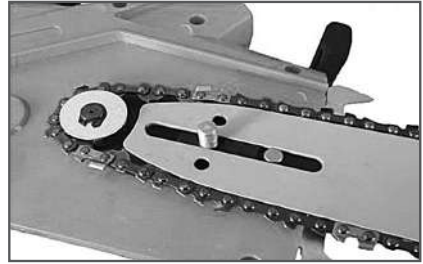

Рис. 3 Установка шины и цепи
3. Установите цепь на шину. Цепь установите таким образом, чтобы после установки зубья цепи своими режущими кромками были расположены вперед по ходу движения цепи, т.е. по часовой стрелке (соответствующее обозначение имеется на крышке шины). Введите в зацепление ведущие звенья цепи с зубьями ведущей звездочки и установите шину на шпильку (Рис. 3).